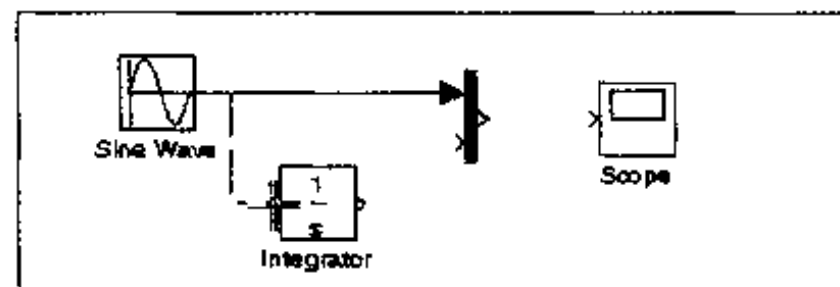
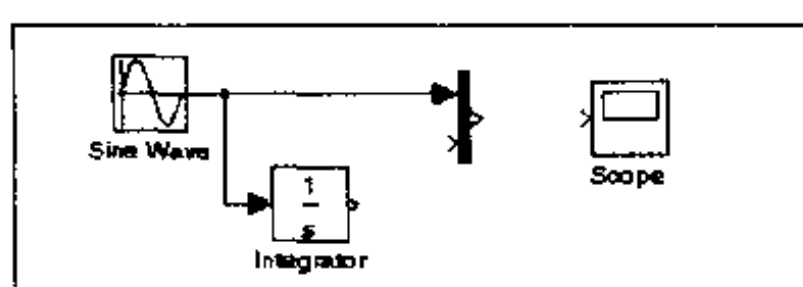

图 1.20 分支线连接示意(2)
图 1.21 分支线连接示意(3)
(2) 按下 Ctrl 键并不释放;按下鼠标键,然后将光标拖到积分器模块的输入端口(图 1.20)或者将光标拖到积分器模块之上(图 1.21)。
(3) 释放鼠标键,Simulink 就在起始点到积分器模块的输入端口之间画出了一条连接线(图 1.21)。